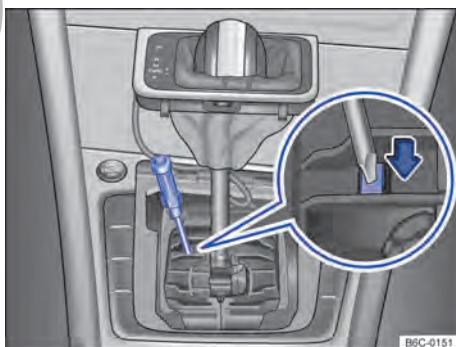

Fig. 93 Desinstalar la cubierta de la palanca selectora y desbloquear el bloqueo de la palanca selectora de emergencia.
- Con ayuda de un destornillador presionar cuidadosamente la palanca de desbloqueo en la dirección de la flecha y mantenerla en esa posición → fig. 93.